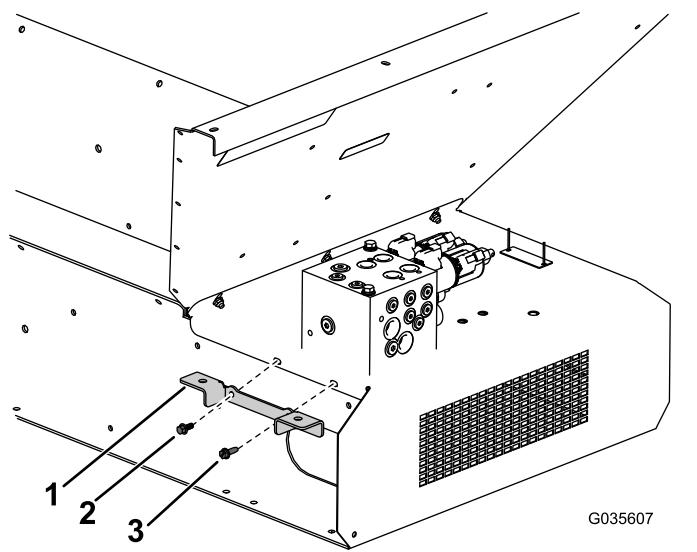

Bild 10
9. Befestigen Sie die Befestigungshalterung an der Spülschutzvorrichtung; die richtige Ausrichtung und die Befestigungen finden Sie in Bild 10.